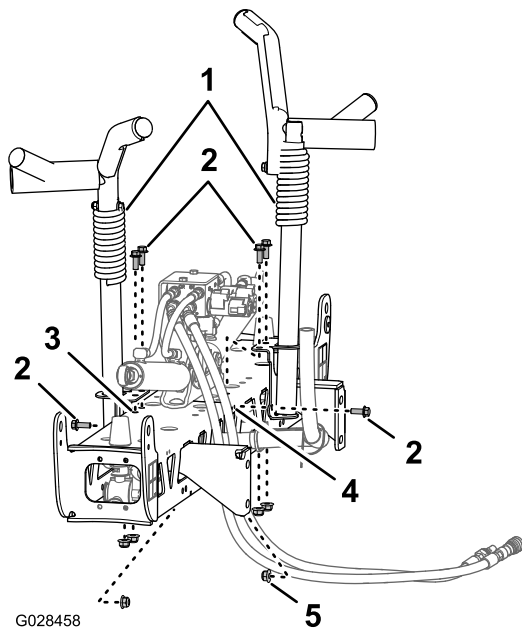
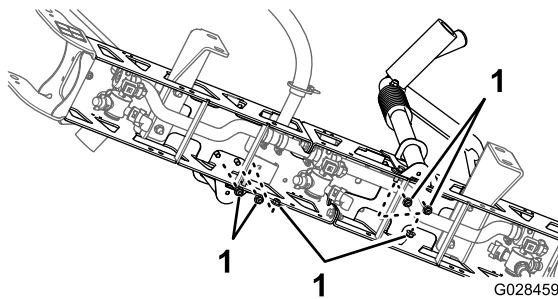

図 37
図 38
2. 移動走行用ブームクレードルをセンターブームに合わせる (図 37)。
3. ボルト $\frac{3}{8}$  x 1" 6本とフランジナット $\frac{3}{8}$ "を使用して、クレードルをboomに固定する 図 37 と 図 38。